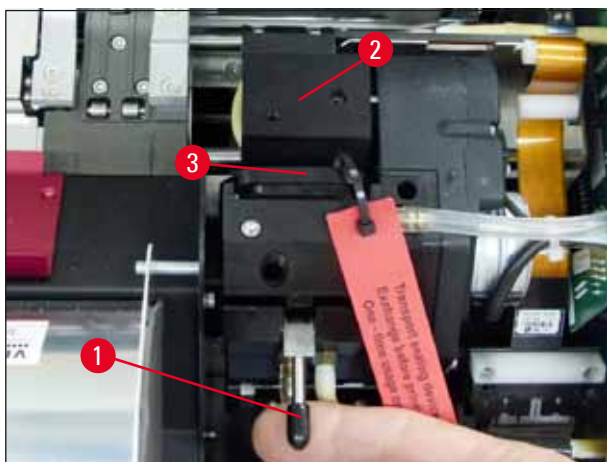

Fig. 34
4. La tête d'impression (→ "Fig. 34-2") s'élève jusqu'à env. 1 cm du joint à lèvres (→ "Fig. 34").